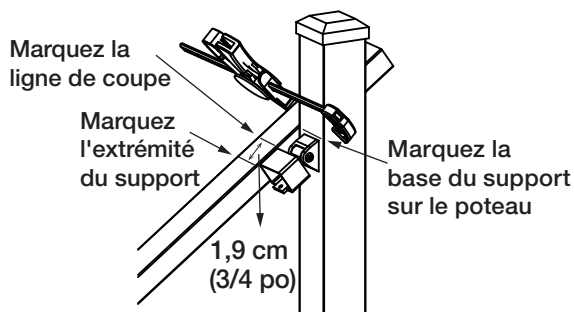

fig. 10
**Étape 5** Mesurez la distance entre les poteaux installés pour déterminer la longueur de la traverse supérieure. Disposez le garde-corps sur l'escalier, sur un bloc d'espacement, en longeant les nez de marche. La distance entre le poteau et l'entretoise de câble doit être égale aux deux extrémités. Une fois que le garde-corps est en position, appliquez des serre-joints aux garde-corps et aux poteaux. Assemblez temporairement les supports pivotants. Positionnez le support pivotant le long de la traverse de serrage. Marquez la traverse à l'extrémité du support, ajoutez 1,9 cm (3/4 po) et faites une deuxième marque pour la coupe. Marquez le poteau en haut ou en bas de la base du support (B4). Voir fig. 10. Répétez l'opération pour les autres supports et poteaux.
**Étape 6** Marquez l'emplacement des trous de vis du support sur la partie inférieure des traverses. Enlevez les supports. Prépercez la traverse uniquement à l'aide d'un foret de 4,8 mm (3/16 po). Fixez l'extrémité avant des supports (B1) aux traverses à l'aide des (2) vis à tête cylindrique bombée de 6,35 mm (1/4 po) x 2,5 cm (1 po) (B9) fournies.
**Étape 7** En maintenant les bases de support sur les poteaux aux emplacements marqués précédemment, reportez l'emplacement des trous de vis de la base de support (B4) sur le poteau. Remarque : Inclure le couvercle latéral du support (B3) lors de la détermination de l'emplacement du centre. Prépercez le poteau à l'aide d'un foret de 4,8 mm (3/16 po). Positionnez la base de chaque support avec le côté du couvercle du support tourné vers les escaliers, et fixez au poteau avec les (2) vis à tête plate autoperceuses n°10 x 2,5 cm (1 po) (B7) fournies.